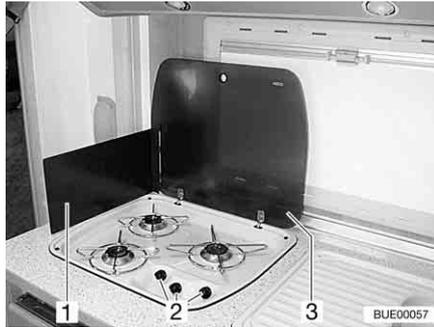

Bild 152 Gaskocher
- Gaskocher-Abdeckung (Bild 152,3) öffnen.
- Je nach Modell Flammenschutzblech (Bild 152,1) ausklappen oder aufstellen.
- Drehregler (Bild 152,2) der gewünschten Brennstelle auf Zündposition (große Flamme) drehen.